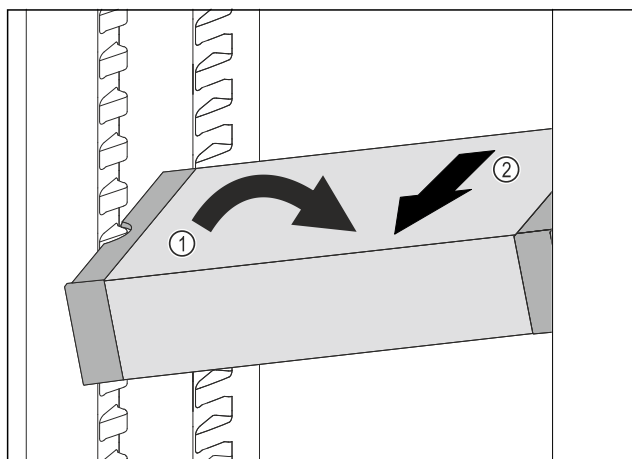

Fig. 122
- ▶ Coloque el VarioSafe en el compartimento del frigorífico en posición oblicua. Fig. 122 (1)
- ▶ Extraiga el VarioSafe hacia delante. Fig. 122 (2)